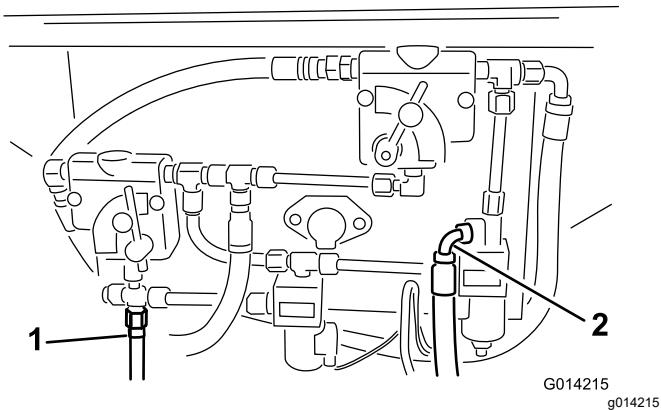
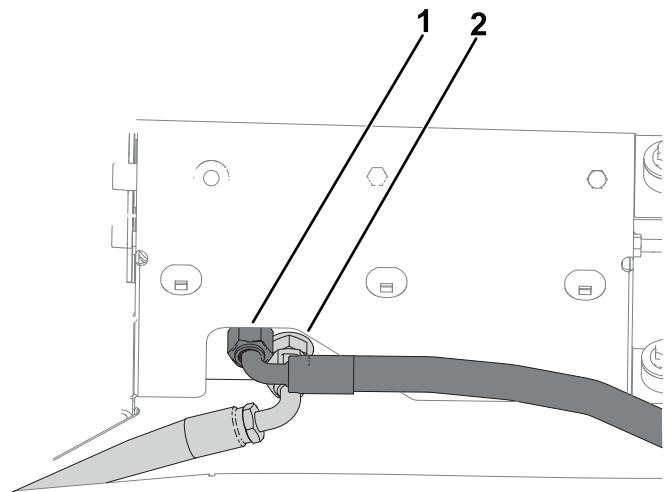
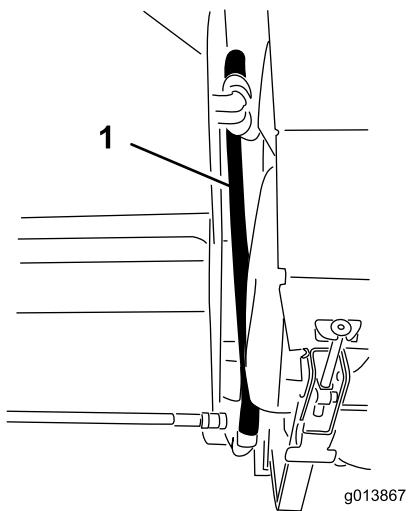
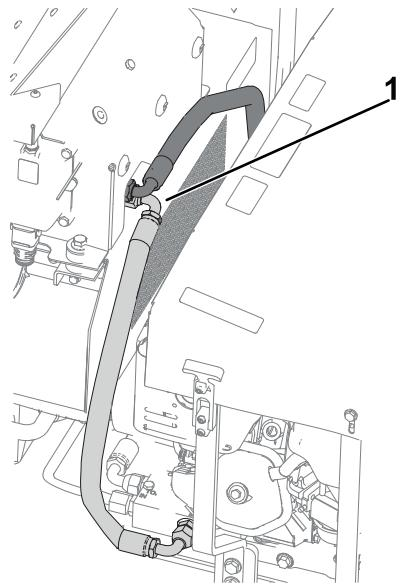

図 14
図 15
図 16
図 17
11. ベースモデルの高圧側および戻り側の油圧接続を確認する。SHバージョンについては 図 14 を参照、EHバージョンについては 図 15 を参照。
12. もし、加圧側および戻り側ホースが 図 14 および 図 15 に示す位置に取付けてあった場合には、取り外す。
13. 油圧ホースを油圧コントロールパネルに接続する。SH バージョンについては 図 14 と 図 16 を参照、EH バージョンについては 図 15 と 図 17 を参照。